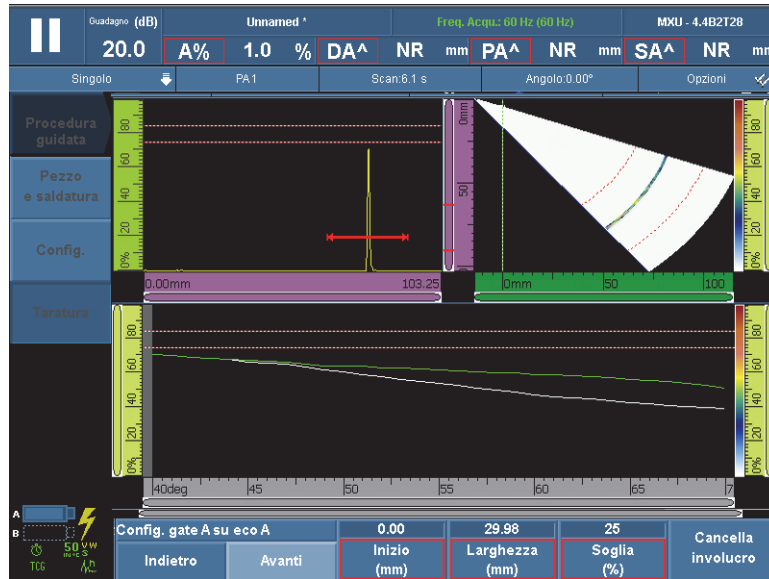

Figura 5-22 Configurazione del gate A sul segnale dell'involucro
6. Nella fase **Config. gate A su eco A** procedere come segue (vedere Figura 5-22 a pagina 167):